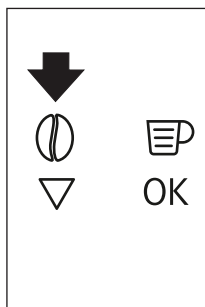

Fig. 15
- ▶ El aparato está programado para hacer café con sabor normal. También puede seleccionar café con sabor extra suave, suave, normal, fuerte o extra fuerte. Además, existe la opción de café premolido. Para seleccionar el sabor deseado, pulse varias veces la tecla táctil ☉ (B4) (Fig. 15). Aparece el sabor de café deseado.